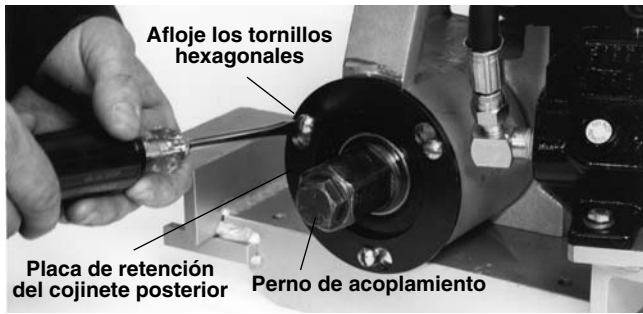

Figura 21 – Aflojamiento del perno de acoplamiento y de los tornillos hexagonales de la placa de retención
- Manteniendo oprimida la clavija de enclavamiento del huso, emplee la llave de dado para extraer la tuerca de retención del cojinete del árbol de transmisión (Figura 21).
- Extraiga los tres tornillos de 1/4 pulg. que sujetan la placa, saque la placa de retención y extraiga el cojinete (Figura 21).